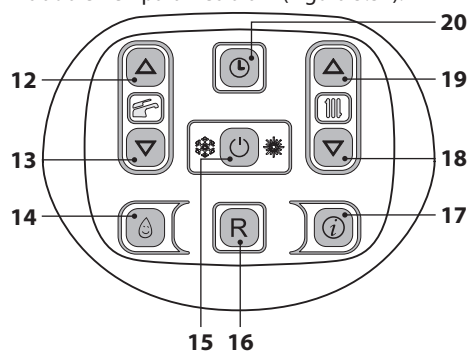
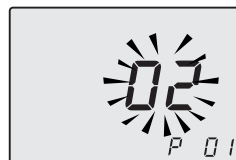

Figura 5.33
Figura 5.34
- Entre en la "modalidad de programación" pulsando simultáneamente durante 10 segundos los botones 15 - 18 - 19 (Figura 5.33) hasta que aparezcan en el display LCD las letras **P01** y el valor del parámetro, que indican que se ha entrado en el "parámetro 01" (Figura 5.34).
- Pulsando el botón 15 (Figura 5.33) se confirma el valor introducido.
De todas formas, si la temperatura ambiente no resultase confortable, se puede aumentar o reducir la temperatura de impulsión de la instalación de calefacción en $\pm 15^\circ\text{C}$ usando los botones 18 (reducción) y 19 (aumento) (Figura 5.33).